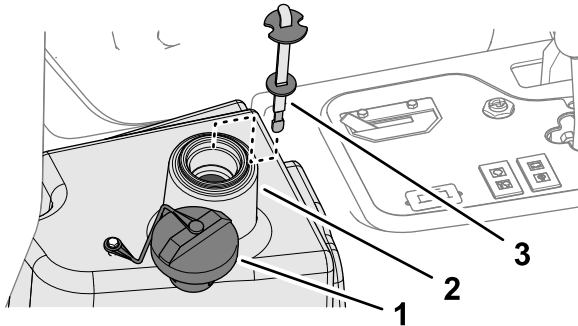

Figura 93
2. Pulite attorno al collo del bocchettone e del tappo del serbatoio del fluido idraulico (Figura 93) e rimuovete il tappo.